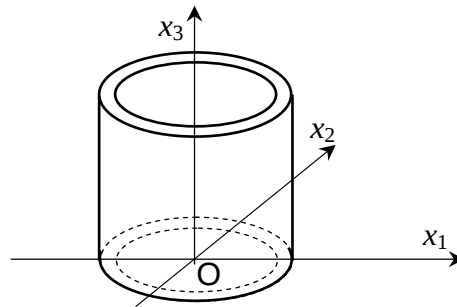

Figure 1 – Schéma du tube non fendu (T)
Plus précisément, on désigne par (T) un tube cylindrique (Figure 1) limité par deux cylindres circulaires (Σ_0) et (Σ_1) coaxiaux d'axe $0\vec{e}_3$, de rayons respectifs R_0 et R_1 distincts ($R_0 < r < R_1$) et par les deux plans d'équations $x_3 = 0$ et $x_3 = h$, ($h \gg R_1$). On désigne par (Γ_0) et (Γ_h) les bases correspondantes du tube.